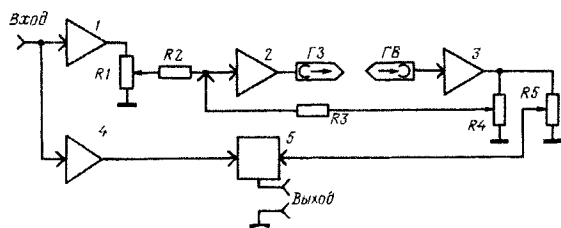

Рис. 1
Структурная схема описываемого магнитного ревербератора показана на рис. 1. Сигнал звуковой частоты (назовем его прямым) от микрофона, звукоснимателя или другого источника напряжения звуковой частоты поступает на вход предварительного (1), а затем оконечного (2) усилителя записи и записывается головкой записи ГЗ на магнитную ленту. Через время, зависящее от скорости ленты и расстояния между головками, сигнал считывается воспроизводящей головкой ГВ